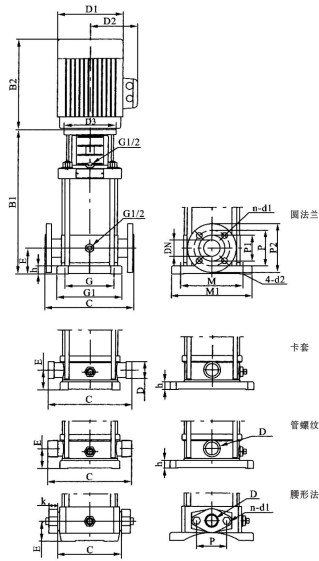

图2 泵的安装及外形尺寸图
- 泵与管路联接的基本型式为圆形法兰联接，也可根据用户需要采用不同的联接方式。见图2
- 泵的外形和安装尺寸见图2和表2、表3。